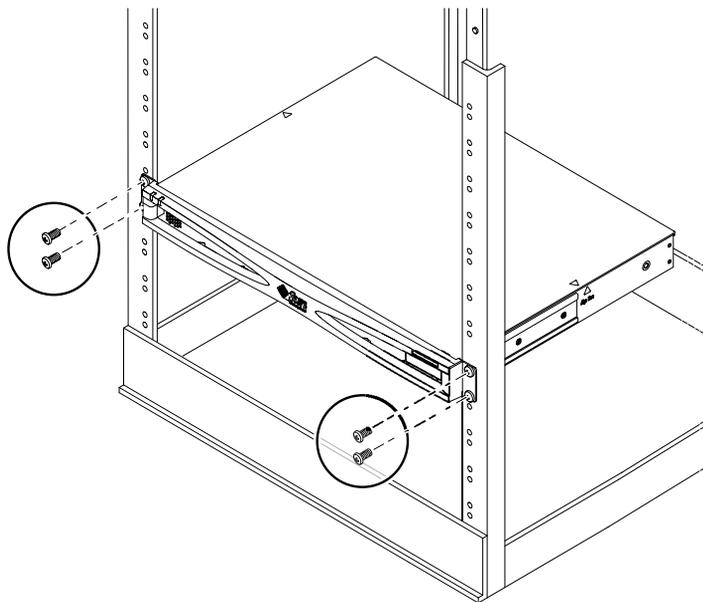

РИС. 2-1 Монтаж сервера в стандартную 19-дюймовую стойку
1. Расположите сервер Netra X1 в стойке и затяните винты (см. РИС. 2-1).